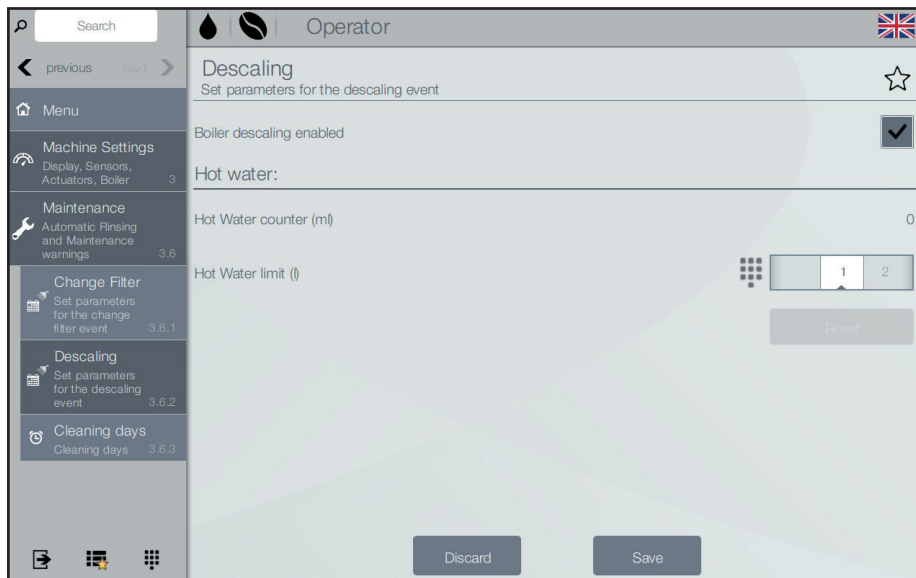

Рис. 6.13 - Удаление накипи
- Активировать функцию удаления накипи, в случае необходимости удаления накипи бойлера и других устройств при регулярных интервалах (рис. 6.13).